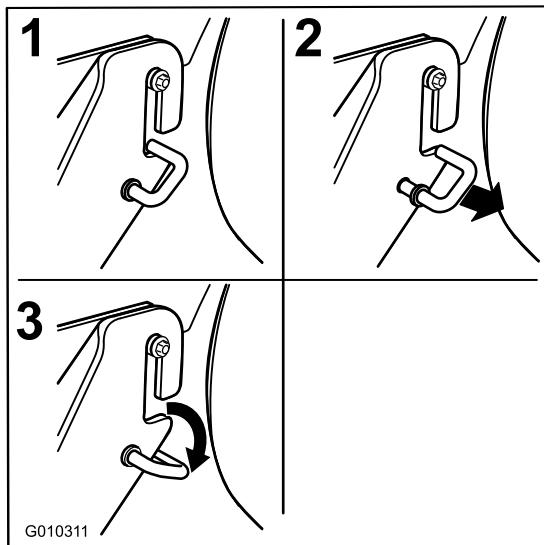

Figure 67
1. Décrochez les crochets en J à ressort de la fente des supports des pattes de fixation arrière de chaque côté du plateau (Figure 67).